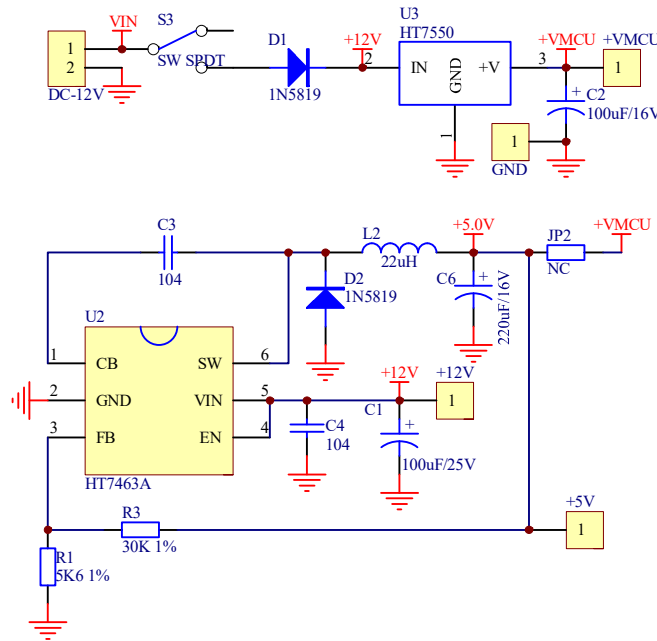

图 2. 电源电路
2. 如图 2 所示，本产品内部使用两路供电，分别给传感器及 MCU 供电。